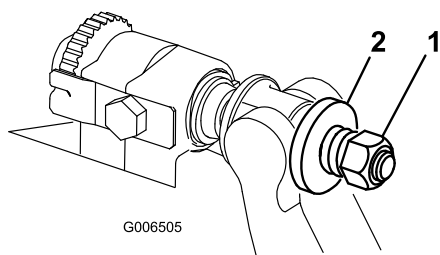

Figure 20
- Serrez l'écrou de tension du ressort jusqu'à ce que les spires soient jointives, puis desserrez-le de 1/2 tour (Figure 20).